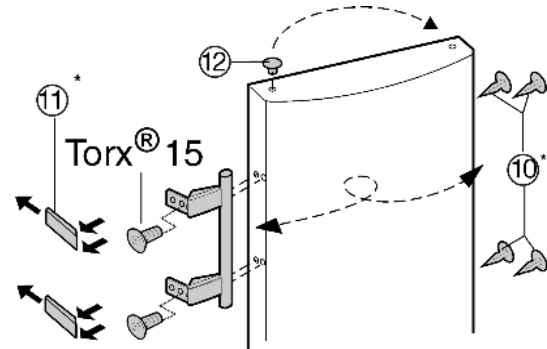

Fig. 8
- Az ajtó csapágyperselyéből emelje ki és helyezze át a tömítéseket Fig. 8 (12).
- Szerelje le az ajtó fogantyúját, a tömítéseket Fig. 8 (10) és a nyomólemezeket Fig. 8 (11), és helyezze át az ellenkező oldalra.